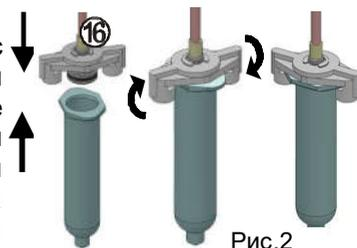

Рис.2
4.1.5 Подсоедините шприц-картридж с дозируемым материалом к скобе адаптера (16) и поверните на 90°, рис.2. Закрепите микровыключатель (17) на носике шприца при помощи винта. **Винт затягивать с небольшим усилием.** Проложите провод вдоль пневмошланга адаптера (16) и зафиксируйте к нему двумя стяжками из комплекта поставки.